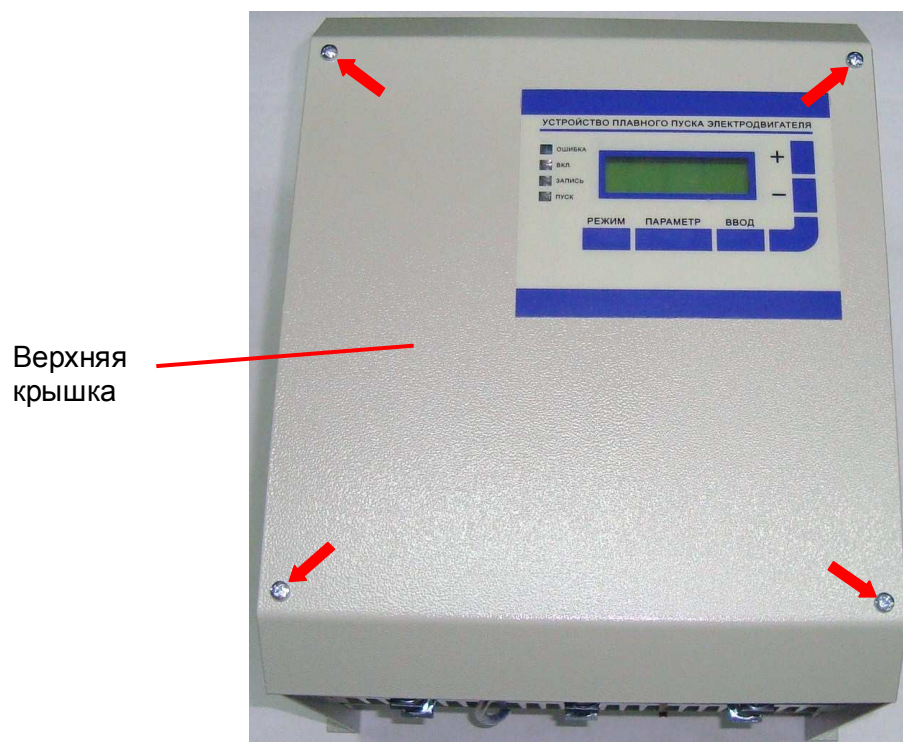

Рис. 7.32
7.12.1. Установить верхнюю крышку и зафиксировать ее четырьмя винтами (рис. 7.32, красные стрелки).